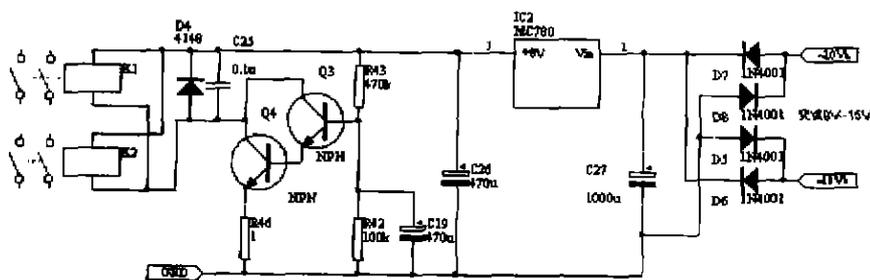

图 3 信号输出延时电路
为了避免胆前置在通电初期对后级的开机冲击，LS-7B 特设了延时输入电路，如图 3 所示，其中以 Q3、Q4、RY、IC2 等为中心组成的部分，K1、K2(RY) 为继电器输入开关，Q3、Q4 为达林顿结构，它们与 R42、R43 及 C19 一起决定了延时时间，制作时可以通过 C19 或 R43 的值来调整，通常设在 30~60 秒钟。